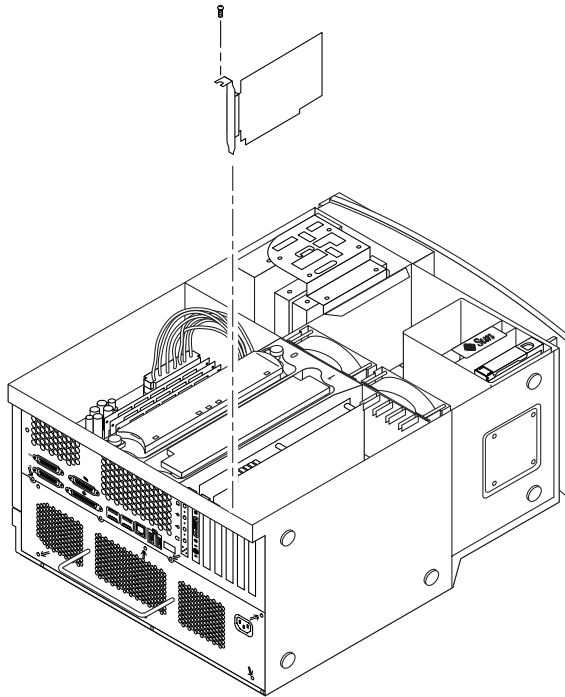

FIGURE 12 Installation de cartes graphiques ou PCI supplémentaires
2. Utilisez un tournevis cruciforme n°2 pour retirer le panneau de protection métallique d'un logement vide de carte situé sur le panneau arrière du châssis (reportez-vous à la FIGURE 12).